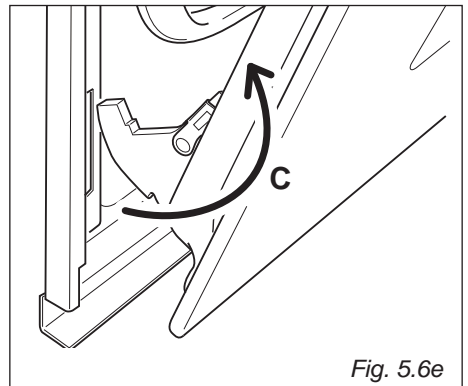

Fig. 5.6e
- Estrarre i ganci delle cerniere (destra e sinistra) dal loro alloggiamento (freccia "C" - fig. 5.6e).